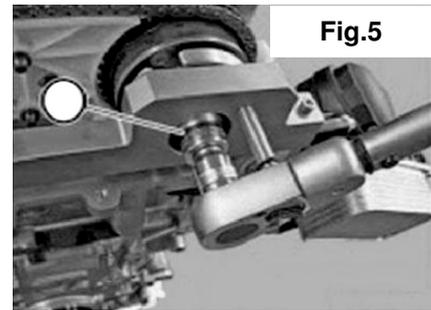

Fig.5
1. Befestigungsschraube an jedem Nockenwellenversteller lösen (Abb.5) und Nockenwellen drehen bis das Werkzeug (B) eingesetzt werden kann.
1. Slacken the securing bolt on each camshaft adjuster (Fig.5) and turn the camshafts until the tool (B) can be fitted correctly into place.